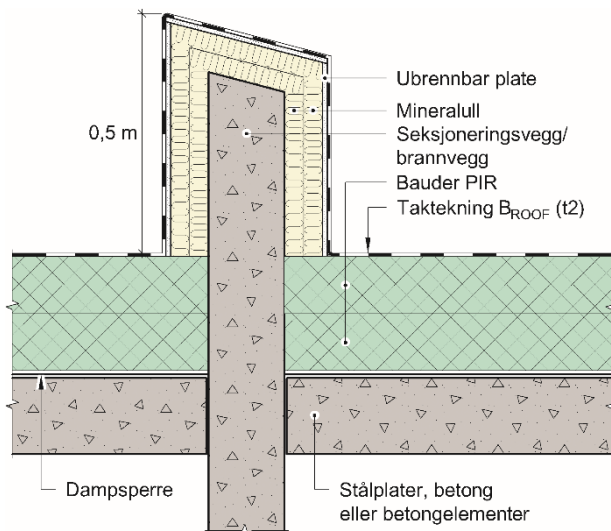

Fig. 10
- Når brannvegg eller seksjoneringsvegg er ført gjennom og minst 500 mm opp over tak av bærende profilerte stålplater, betong eller betongelement, og veggen er utført av, eller tildekket med, ubrennbare materialer, kan BauderPIR brukes som isolasjon på taket. Isolasjonen må ikke skiftes ut med ubrennbar isolasjon (A2-s1,d0) langs veggen. Se fig. 10.